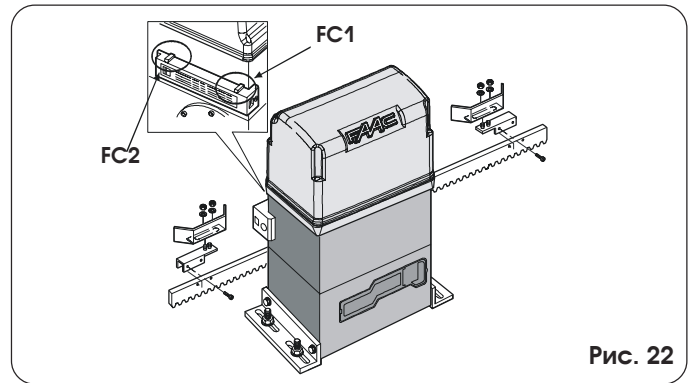

Рис. 22
- 1) Установите концевой датчик, центрируя пластину относительно резьбовых шпилек опоры (рис. 22).